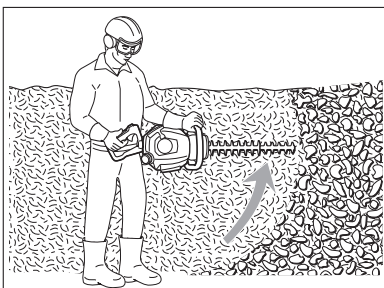

Fig. 13
- > Primero, corte ambos lados desde abajo cortando hacia arriba. Esto evitará que alguno de los cortes caiga en el trayecto de la zona que todavía debe cortarse (Fig. 13).